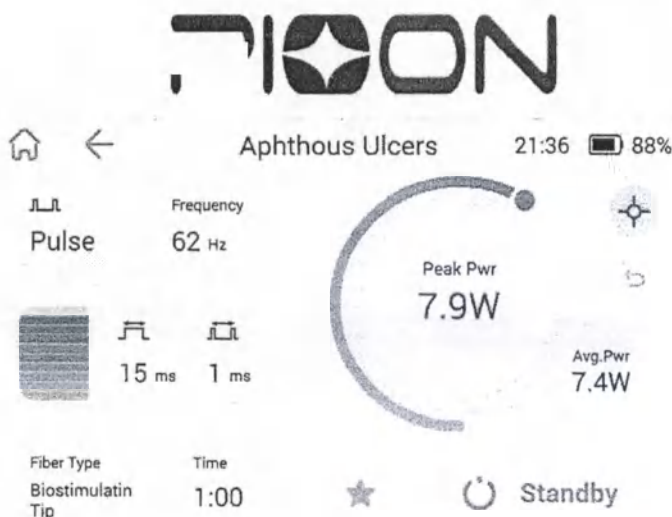

Рис.7.1.1 Интерфейс с измененными параметрами разрешенного протокола в Экспертном режиме
- 7.1 Экспертный режим: настройте текущий пользовательский режим, переключитесь в экспертный режим, выключите режим новичка, в верхней строке состояния будет отображаться статус режима в реальном времени. (Рис. 7.1.1)
Есть возможность изменить параметры авторизованных протоколов, если он находится в Экспертном режиме, параметры отображаются красным цветом в случае их несоответствия исходным параметрам, после нажатия кнопки «Collecting» (Получение) или в состоянии «Ready» (Готово) параметры будут сохранены. Следующая запись в экспертном режиме покажет измененные параметры, несоответствующие параметры будут выделены красным цветом. В Экспертном режиме на интерфейсе появится еще одна кнопка отмены, при нажатии на которую каждый параметр будет восстановлен до исходных значений, а параметры, отображенные красным цветом, будут восстановлены до значений, отображенных белым цветом (Рис. 7.1.1);